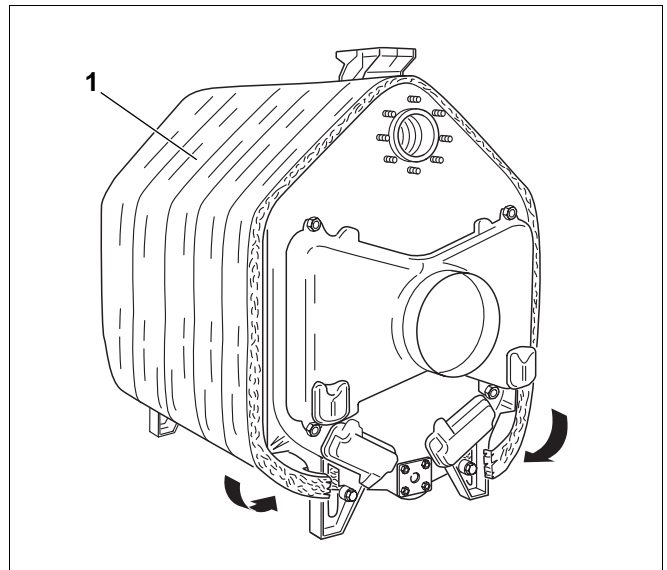
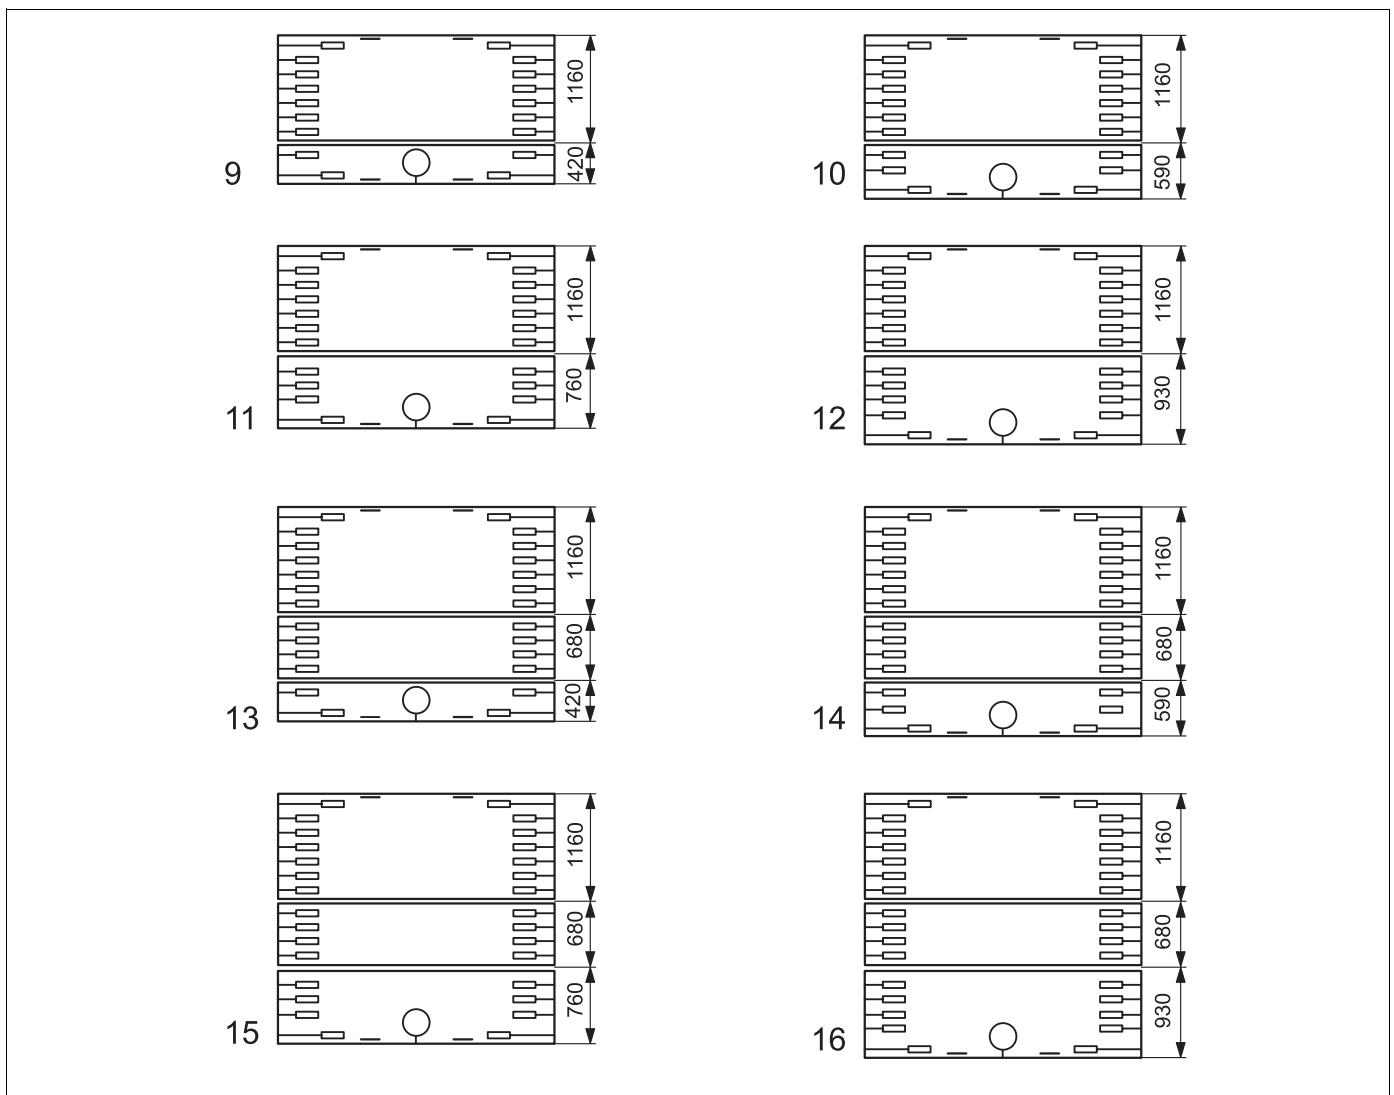

Рис. 34
Рис. 35
- Поставляемые теплоизоляционные элементы (рис. 34, поз. 1) соответствуют размеру котла. Расположить теплоизоляционные элементы так, как изображено на рис. 35 (вид котла сверху, цифры слева обозначают количество секций котла).